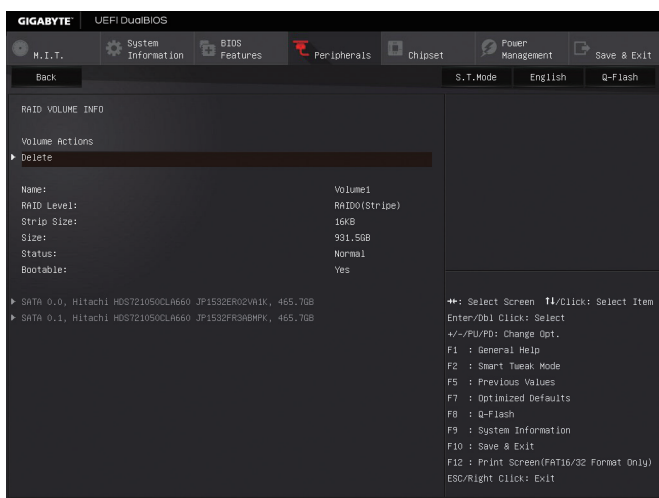

図 7
完了すると、**Intel(R) Rapid Storage Technology** 画面に戻ります。**RAID Volumes** に新しい RAID ボリュームが表示されます。詳細情報を見るには、ボリューム上で <Enter> を押して RAID レベルの情報、ストライブブロックサイズ、アレイ名、アレイ容量などを確認します (図 7)。